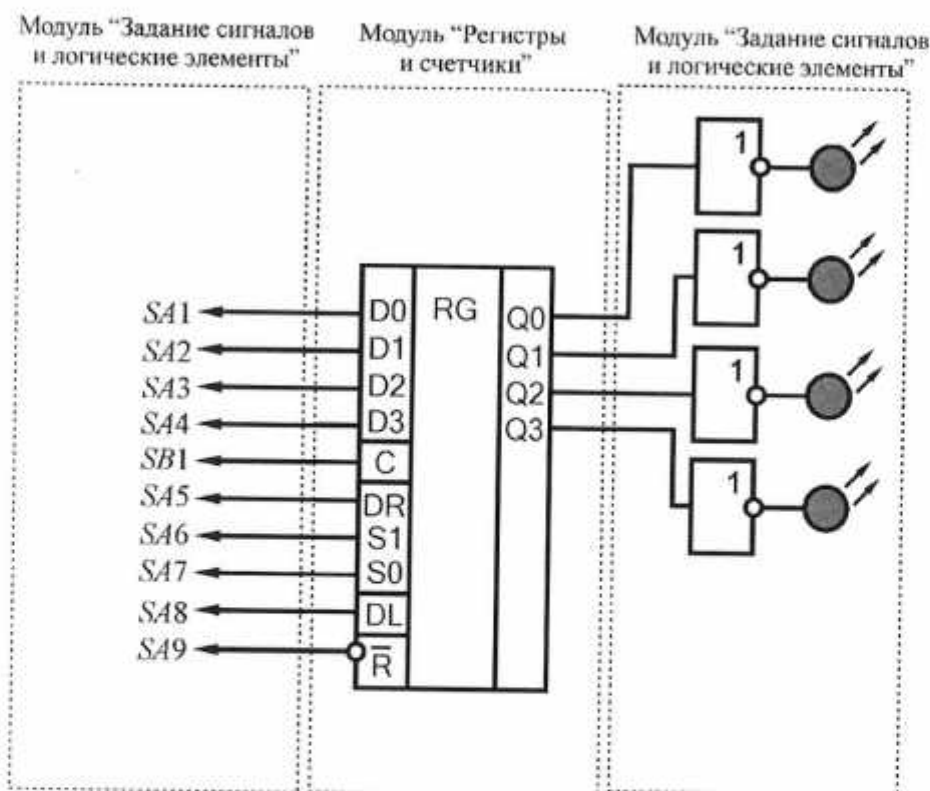

Рис. 7.4. Схема электрическая соединений комплекта для изучения сдвигового регистра типа 74HCT194E
3. Согласно рис. 7.4 выполнить электрические соединения модулей для изучения сдвигового регистра типа 74HCT194E. **Монтаж схемы производить при отключенных автоматических выключателях и переключателях питания.**
Состояния выходов $Q0... Q3$ контролировать при помощи светодиодов на выходе буферных элементов (рис. 7.4). Задавая различные комбинации логических уровней на входах $D0...D3$, $S0$, $S1$, DR , DL , $\overline{R}$ регистра и подавая тактовые